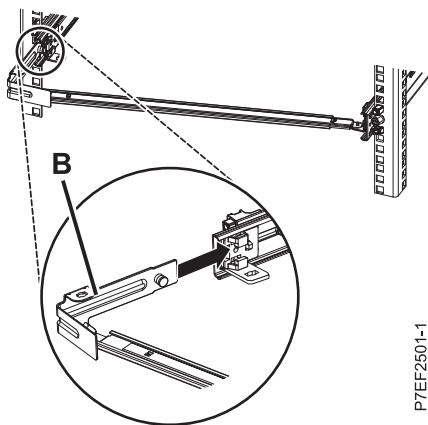

Figura 12. Tendido de la patilla e instalación de la abrazadera en el riel deslizante
4. Conecte la pieza de sujeción de tope de portacables (B) a la ranura en la parte interior del lado izquierdo deslizando la pieza de sujeción de tope (B) en el riel deslizante hasta que el pestillo accionado por resorte quede fijado. Para obtener detalles, consulte Figura 12.